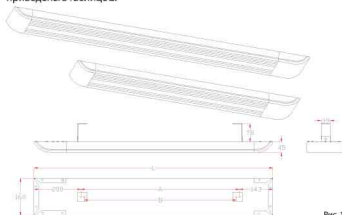

Рис. 1
Габаритные размеры инфракрасного обогревателя согласно рис. 1 приведены в таблице 2.
3. В соответствии с рис. 1, 2 и таблицами 3, 4 определите место установки обогревателя на потолке или на потолочных конструкциях с соблюдением минимальных расстояний от предметов и минимального расстояния от пола.